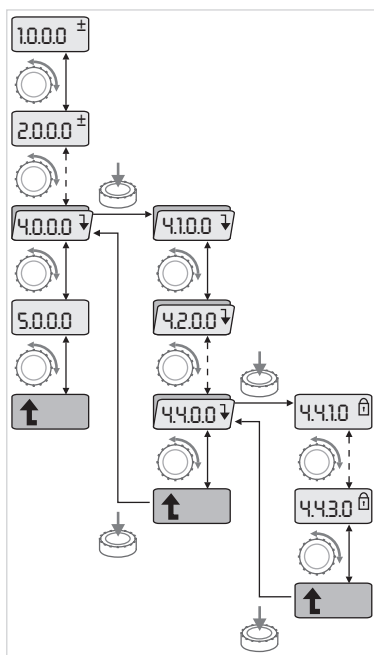

Fig. 43: Navigálási példa
- Az alábbi módon végezze el az általános navigálást a menün belül (a példát lásd: Fig. 43):